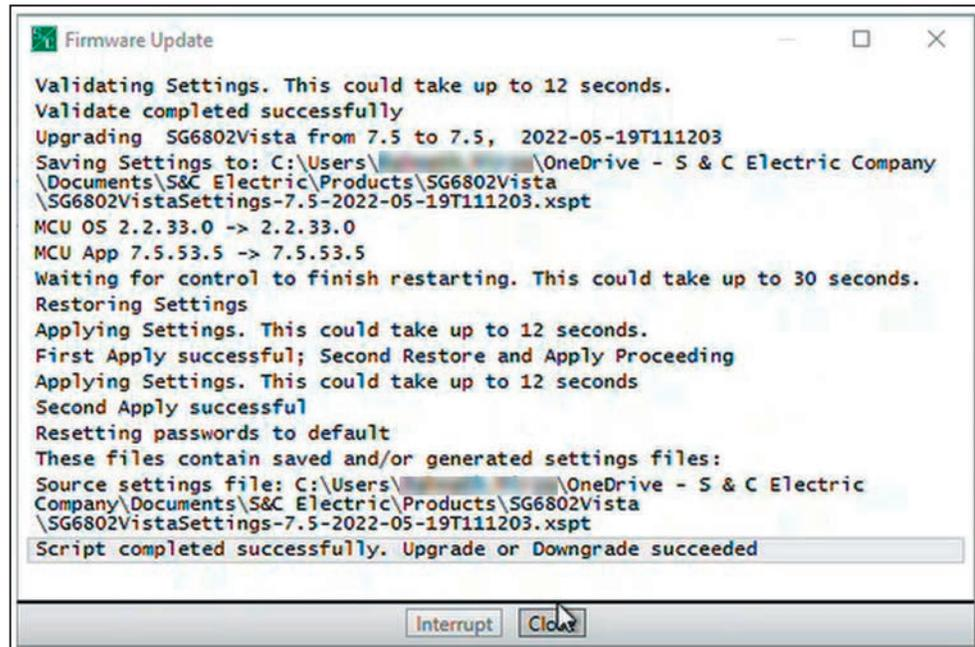

Figura 35. Aviso de que el script se ha completado correctamente.
PASO 13. Cuando aparezca el mensaje “Script completed successfully” (“Script completado con éxito”) en la ventana de diálogo Firmware Update, pulse el botón **Close (Cerrar)**. Ver Figura 35.